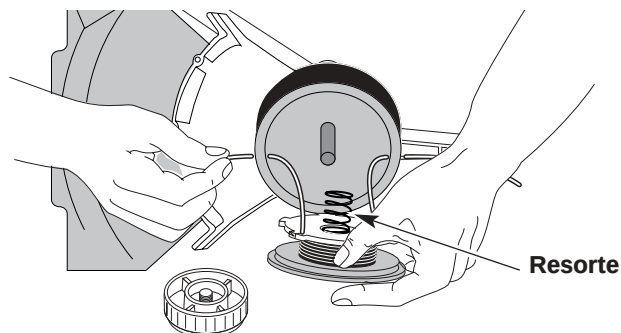

Fig. 39
5. Inserte los extremos de la línea en los ojalillos de la bobina exterior (Fig. 39).